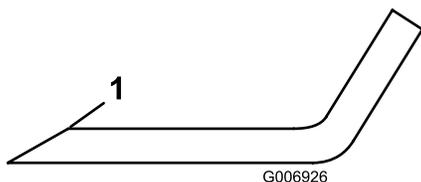

Figura 35
- Affilate i taglienti da entrambe le estremità di ogni lama con una lima (Figura 35). Rispettate l'angolazione originale. La lama rimane bilanciata soltanto se rimuovete una quantità uguale di materiale da entrambi i taglienti.